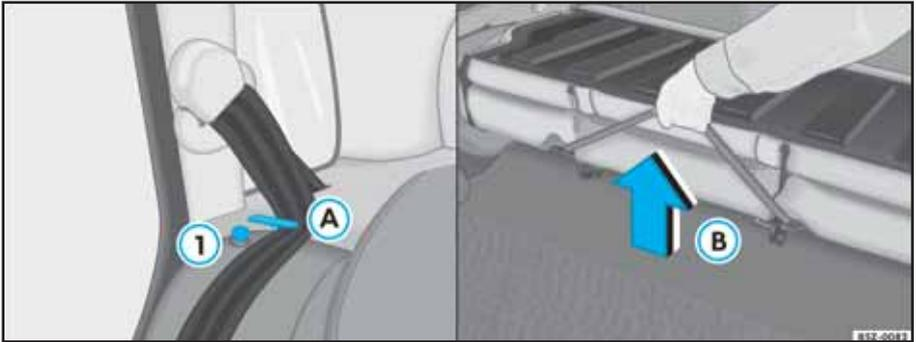

Fig. 89 Posicionador del cinturón para inclinación del asiento y perno para desbloqueo del respaldo/agarradera para destrabar el conjunto del piso
– Posicione las tiras de los cinturones de seguridad en sus respectivos posicionadores ⇒ fig. 89 A .
– Levante los pernos ⇒ fig. 89 ① en ambos lados (al mismo tiempo), destrabe el respaldo del asiento y bascúlelo sobre el asiento.
– Hale la alza ⇒ fig. 89 B para destrabar el conjunto del piso y, al mismo tiempo, levántelo cuidadosamente en la dirección de los asientos delanteros ⇒ Δ .